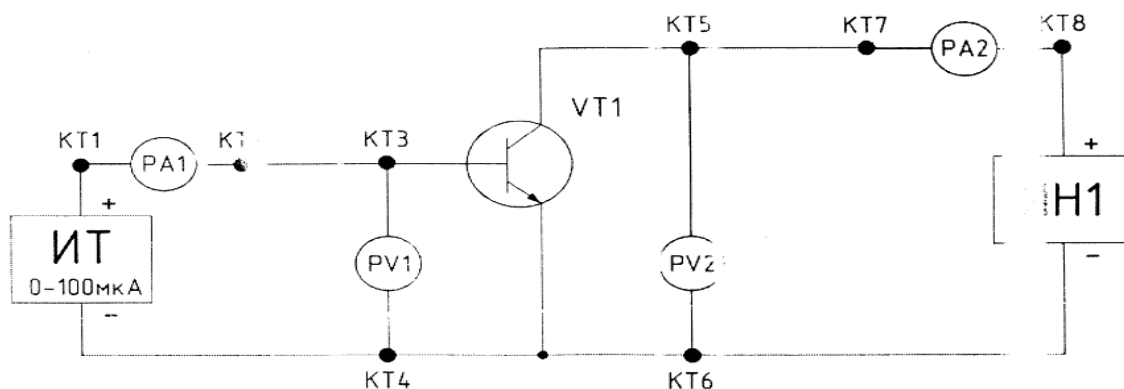

Рис. 2.4. Схема для снятия входных и выходных биполярного транзистора.
1.1 Зарисуйте схему для получения входных и выходных ВАХ транзистора(см.рис.2.4.).
2.1 Для снятия входных ВАХ транзистора подключите встроенные в стенд приборы (см.рис.2.4):